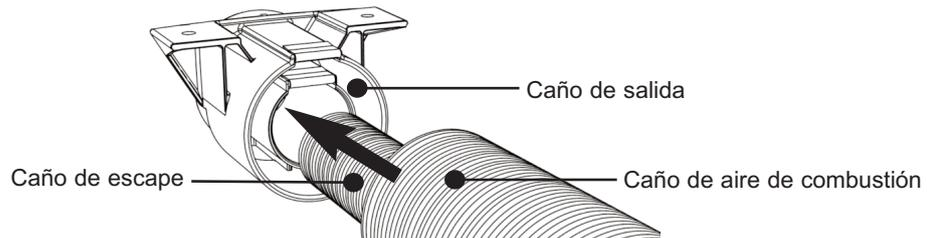

Fig. 15A Conectar el caño al caño de salida
- iii. Insertar el caño de escape en la parte posterior del caño de salida (fijado al piso del vehículo) hasta que ya no entre más, (aprox. 50 mm). **Insertar caño hasta el fondo.** Favor, ver Fig. 15A, B y C.